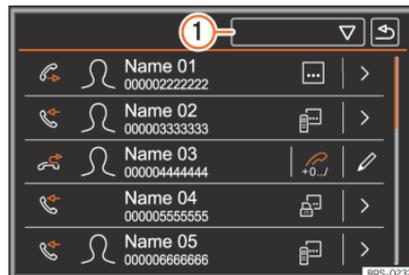

Abb. 229 Menü Anrufe (Anruflisten).
- Funktionsfläche  » » » **Abb. 229**  antippen.